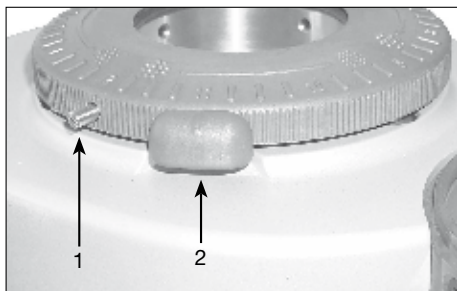
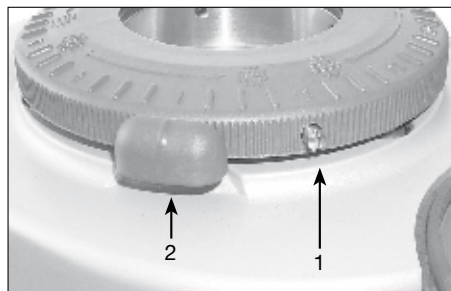

Abb. 1 - korrekte Montage
Abb. 2 - falsche Montage
7. Abschließend die Verstellmutter montieren und darauf achten, daß sich die Befestigungsschraube des Trichters im Gegenuhrzeigersinn vor dem Haltestift der Mahlsteine befindet, wie dies in Abb. 1 gezeigt ist. Abb. 2 zeigt hingegen eine unrichtige Montage der Verstellmutter: die Befestigungsschraube des Trichters (1) befindet sich hinter dem Haltestift der Mahlsteine (2). Es wird dringend darauf hingewiesen, daß in diesem Fall die Befestigungsschraube des Trichters eine Überwindung des Haltestiftes in der Öffnungsphase der Mahlsteine nicht zuläßt; da daher die Mahlsteine bereits in Kontakt sind, kann die korrekte Feinheit der gemahlten Kaffeebohnen nicht mehr eingestellt werden und es erfolgt keine oder eine nur tropfenweise Kaffeeabgabe.